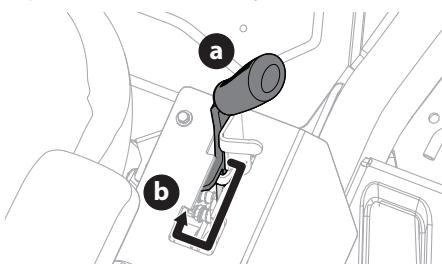

Figure 26
- Pour actionner le frein de stationnement, placez les pédales de déplacement à la position neutre, tirez le levier du frein de stationnement vers la droite de la position arrêt (« off ») (a) et tirez le levier vers l'arrière jusqu'à ce qu'il s'enclenche à la position de marche (« on ») (b) (Figure 26).